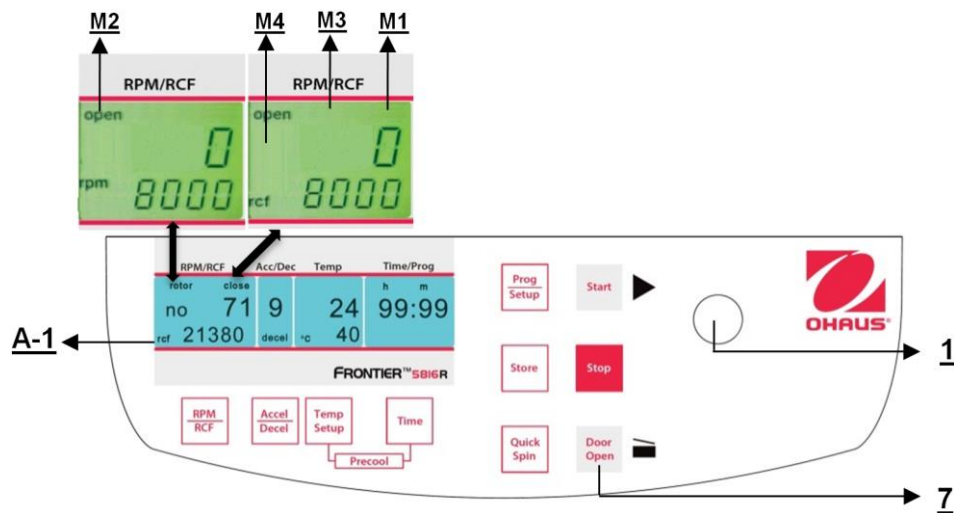

Figura 15
Después de la operación, cuando la tapa de la centrífuga está cerrada, aparece la palabra **"close"** (M1) en la pantalla **"RPM | RCF"** (A-1). Además, si hay un rotor en la centrífuga, aparece la palabra **"rotor"** (M3) así como el número de código del rotor respectivo, el cual está en el sistema de la centrífuga **"71"** (M4). Si no hay rotor en la centrífuga, destella la palabra **"rotor"** (M3) y aparece adicionalmente la palabra **"no"** (M4). Al presionar el botón **"Door Open"** (7), puede liberar la tapa de la centrífuga. Tan pronto la tapa electromagnética esté completamente liberada, aparece la palabra **"open"** (M2). Ahora puede abrir la tapa de la centrífuga. Consulte la Figura 15 a continuación para referencia.
La tapa debe bajarse solo un poco. Un seguro de la tapa electromagnética cierra la tapa, al mismo tiempo que desaparece la palabra **"open"** (M2) (vea la Figura 15). Como signo de que la centrífuga está lista para arrancar, en la pantalla **"RPM | RCF"** (A-1) aparece la palabra **"close"** (M1). Al mismo tiempo, aparece la palabra **"rotor"** (M3), así como el número de código del rotor, el cual está en el sistema de la centrífuga, **"no 71"** (M4). Con eso, todos los datos específicos del rotor, por ejemplo máxima velocidad, aceleración, etc. están adoptados.